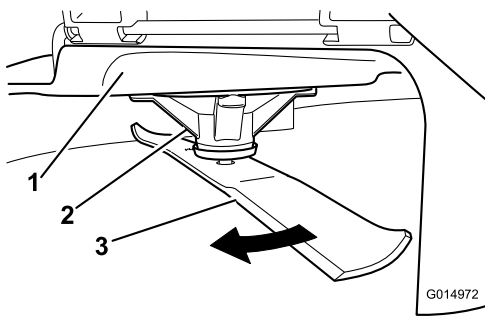

Figura 59
2. Purtați mâinile cu protecție corespunzătoare sau alte protecții adecvate pentru mâini și roțile încet lama într-o poziție care vă permite să măsurați distanța dintre marginea de tăiere și suprafața uniformă pe care se află mâna (Figura 59).